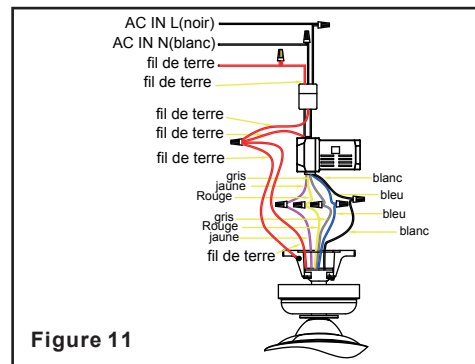

Figure 11
Connecter les fils verts du filtre EMI et les pièces connexes selon le schéma de câblage comme indiqué à la figure 11, s'assurer que le filtre EMI est correctement placé dans la boîte de sortie.
- (Figure 11) Raccordements électriques entre le moteur et le récepteur : Connectez le fil gris du ventilateur au fil gris du récepteur. Connectez le fil rouge du ventilateur au fil rouge du récepteur. Connectez le fil jaune du ventilateur au fil jaune du récepteur. Connectez le fil bleu du ventilateur au fil bleu du récepteur. Connectez le fil blanc du ventilateur au fil blanc du récepteur. Fixez les raccordements électriques avec les connecteurs de fils en plastique fournis à cet effet.
- (Figure 11) Raccordement électrique du récepteur aux fils d'alimentation électrique domestique : Connectez le fil noir (chaud) du plafond au fil noir marqué « AC in L » du récepteur. Connectez le fil blanc (neutre) du plafond au fil blanc marqué « AC in N » du récepteur. Fixez les raccordements électriques avec les connecteurs de fils en plastique fournis à cet effet.
- (Figure 11) Si votre boîte à prises renferme un fil de terre (fil vert ou cuivre nu), connectez-le aux fils de terre du ventilateur ; sinon, connectez le fil de terre du support de tringle au support de montage. Fixez le raccordement électrique avec un connecteur de fils en plastique fourni à cet effet. Après avoir raccordé les fils, séparez-les de telle manière que les fils vert et blanc se retrouvent d'un côté de la boîte à prises et les fils noir et bleu de l'autre. Rentrez délicatement les raccordements électriques dans la boîte à prises.